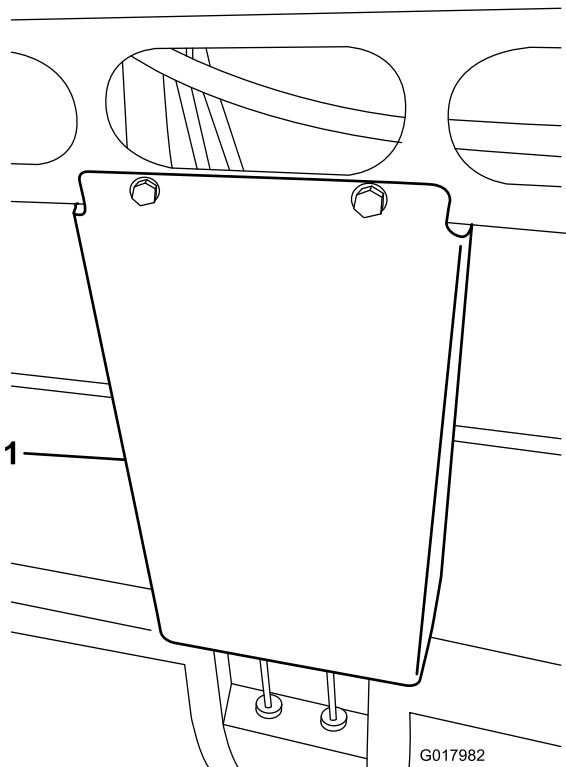

图 1
5. 車両の前中央部の下にある油圧ラインを保護しているシールドカバーを取り外す図 1。